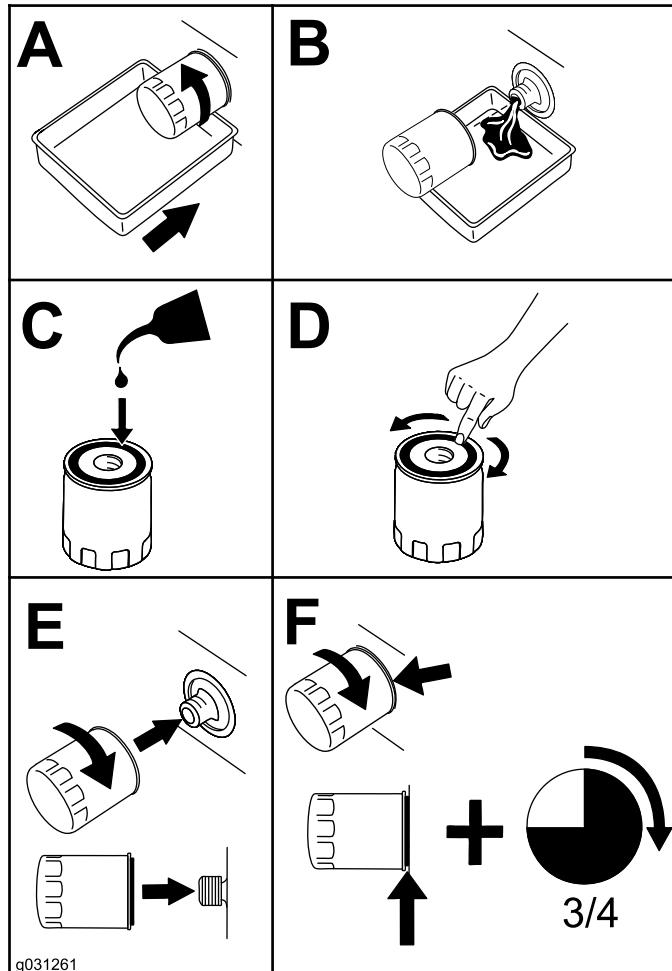

Figure 51
10. Remplacez le filtre à huile (Figure 51).